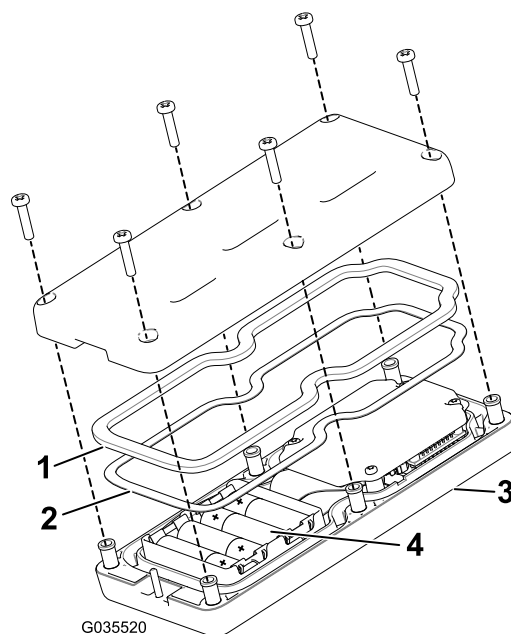

Figura 26
3. Retire os seis parafusos da parte posterior do comando remoto e retire a tampa (Figura 26).
5. Ligue cada bateria nova no encaixe terminal observando a devida polaridade. (Se as pilhas forem incorretamente instaladas, a unidade não será danificada, mas não funciona.) O encaixe tem gravadas marcas de polaridade em cada terminal (Figura 26).
6. Se remover acidentalmente o vedante de borracha e junta de aço, volte a colocá-los, cuidadosamente, no canal no comando remoto (Figura 26).
7. Coloque a tampa e prenda-a com os seis parafusos previamente removidos (Figura 26) e aperte-os com uma força de 1,5 a 1,7 N m.